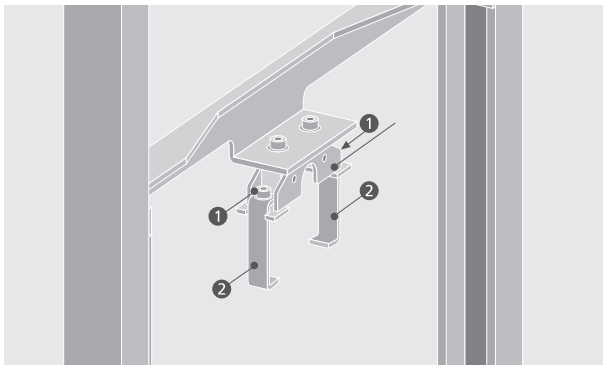

Abbildung 5.4.4
- Befestigungsschrauben (1) der Krallen (2) so weit lösen, dass sich die Krallen auf Kanalbreite öffnen lassen. (Abb. 5.4.4)